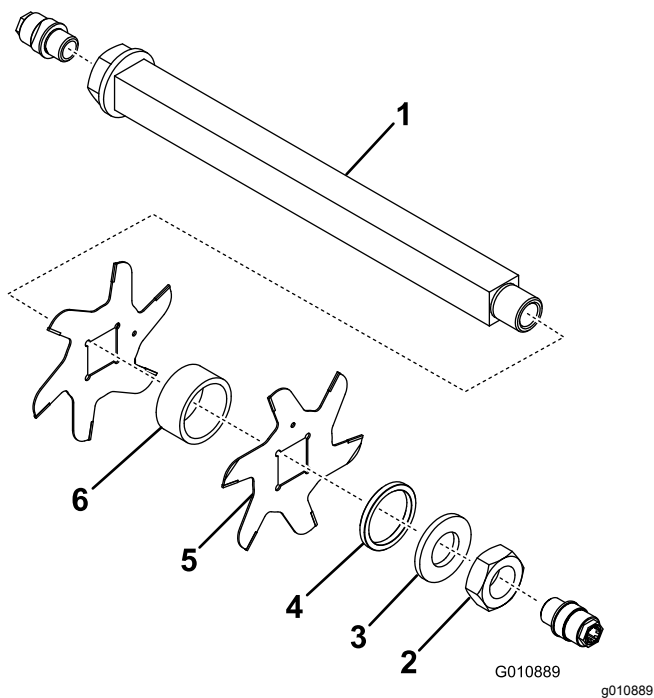

图 14
3. 依次取下小隔片、垫圈、刀片以及大隔片。清洁该方形轴然后涂抹上一薄层润滑脂进行润滑使组装更加容易图 14。